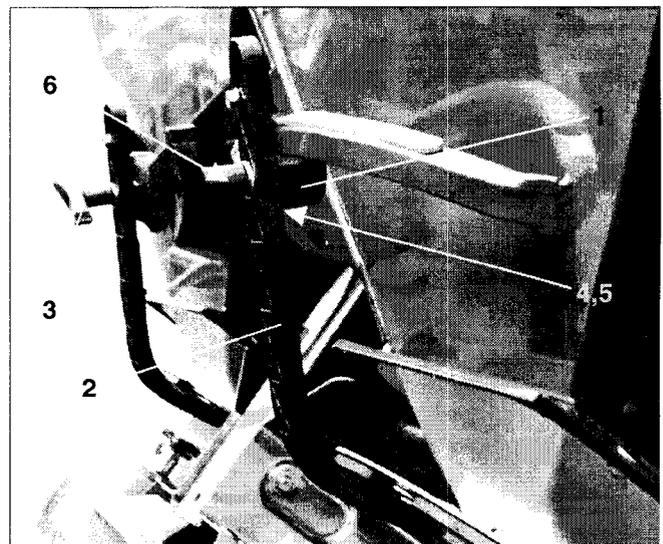
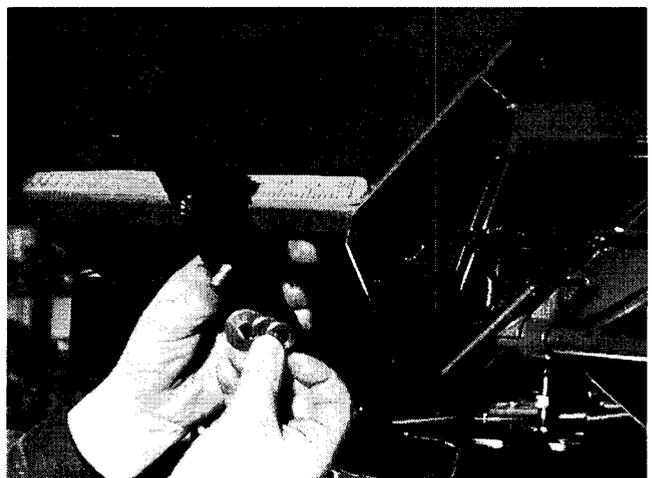

Fig. 40
Fig. 41
- Klemmvorrichtung (Fig. 40/1) für Dosierschieberhebel (Fig. 40/2) wie folgt einrichten:
- Flügelmutter (Fig. 40/3) abschrauben.
- Bolzen herausnehmen und die Position der beiden Unterlegscheiben (Fig. 40/4) von hinten (Fig. 40/5) nach vorn (Fig. 40/6) tauschen (Fig. 41).